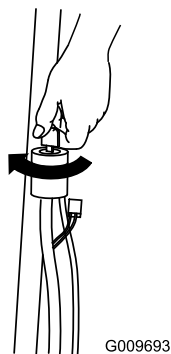
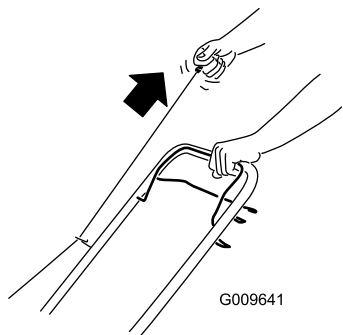

Figura 10
Figura 11
2. Gire la llave de contacto (Figura 10) (modelos de arranque eléctrico solamente) o tire del arrancador de retroceso (Figura 11).